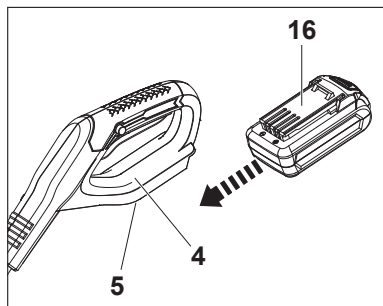

Fig. 4
- Alinhe o conjunto de baterias (16) com as ranhuras deslizantes da porta de acoplamento (5) sob a cobertura de proteção traseira (4) e deslize o conjunto de baterias para o encaixar. Certifique-se de que encaixa corretamente (Fig. 4).